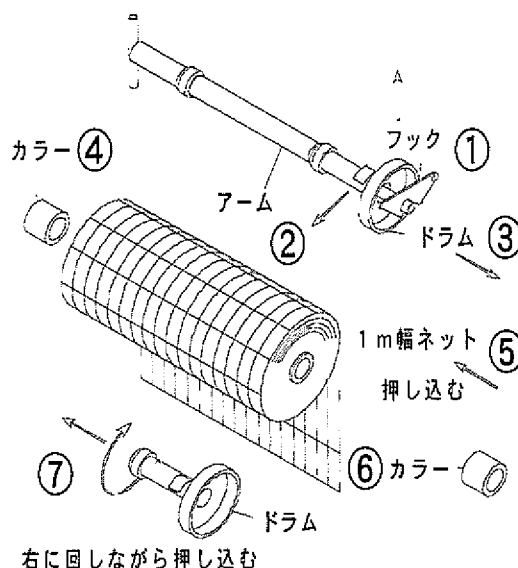

図1 (1mネットセット図)
(3) アームにネット⑤を図1の巻き方向で差し込んでください。
(4) アームにカラー⑥を入れる。